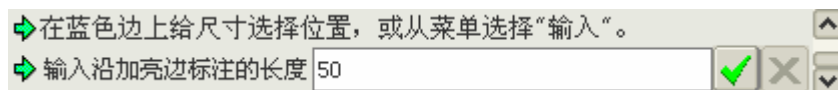

图 13-9
- (3) 系统提示“在蓝色边上给尺寸选择位置，或从菜单选择“输入。”
- (4) 在【选出/输入】菜单中单击【输入】选项。
- (5) 在系统显示的文本栏中输入值“50”，如图 13-9 所示。